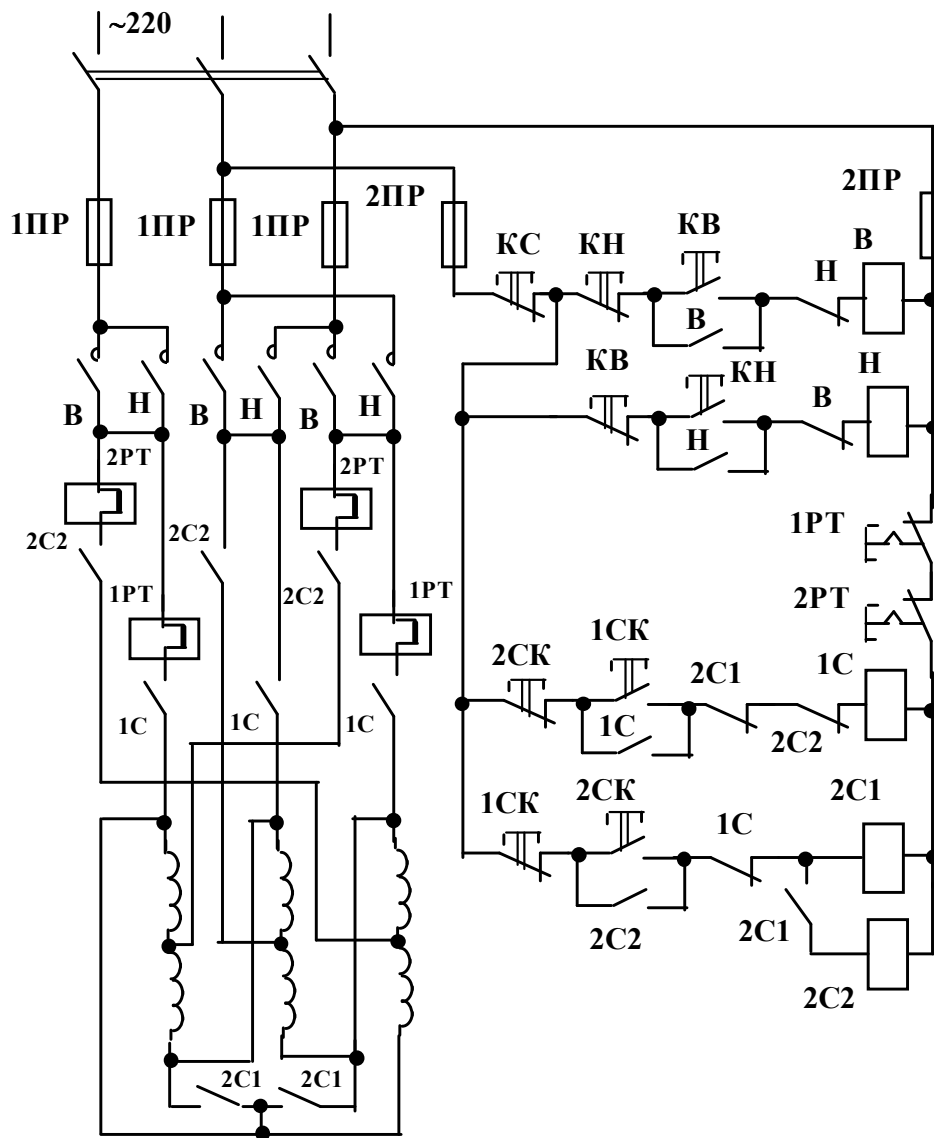

Рис. 6.1. Електрична схема станції **ВН5712-0262**
Станція **БН5712-О2Б2** (електрична схема на рис. 6.1.) включає електричні апарати, які змонтовано на ізольованій панелі :
- Електрична схема станції (рис. 6.1.).